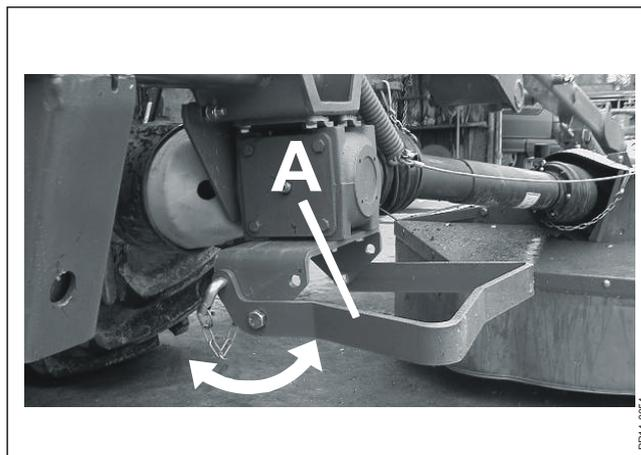

Рис. 3-2
- Рис. 3-2** 5) Поднимите тяги так, чтобы домкрат **A** можно было поднять.